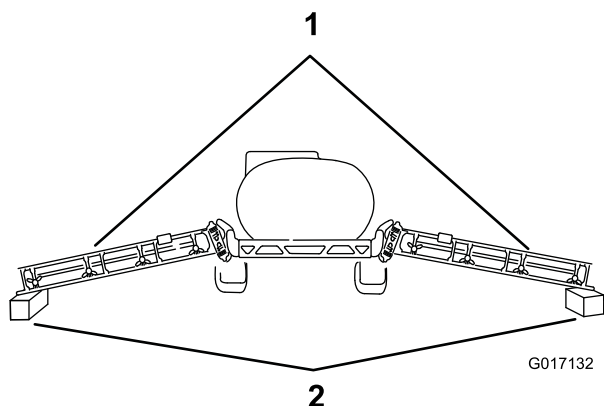

図 8
3. 図 8 のように、左右の各boomを角材の上に約 10 cm 浮かせた状態に注意深く降ろす。